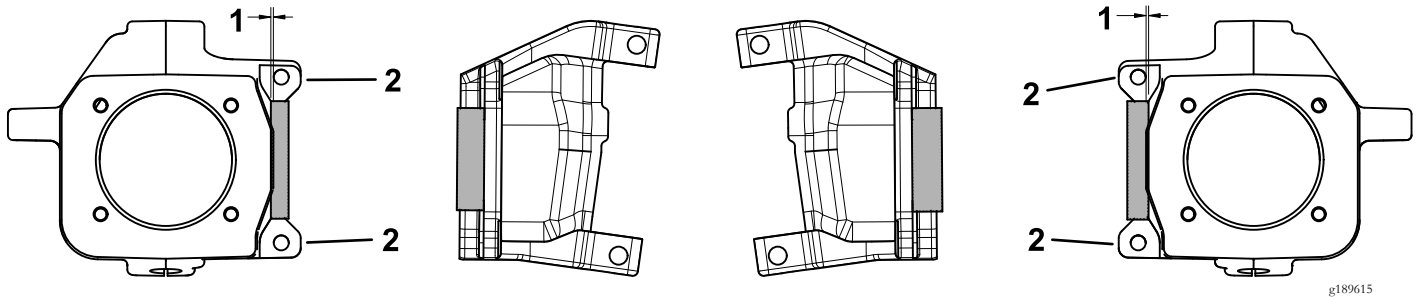

Bild 7
1. Machen Sie einen 1,78 mm großen Hinterschliff in den rechten und linken Spurstangenhebel, wie in Bild 7 abgebildet.
Wichtig: Schleifen Sie nicht die Oberflächen, die in Bild 7 abgebildet sind.
2. Machen Sie einen 0,76 mm großen Hinterschliff in jede Seite der Hinterachse, wie in Bild 7 abgebildet.